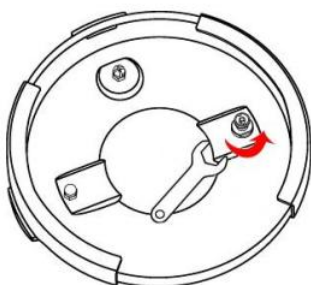
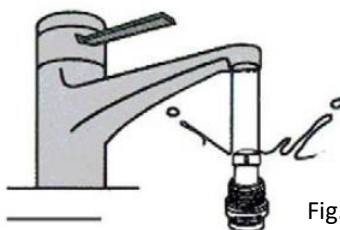

Fig.15
Fig.16
- ✖ **Válvula de segurança antiabertura:** Mudar a válvula de segurança no sentido anti-horário com chave inglesa e, em seguida, desmontá-la (Fig. 15). Em seguida, lave-o limpando como Fig. 16.